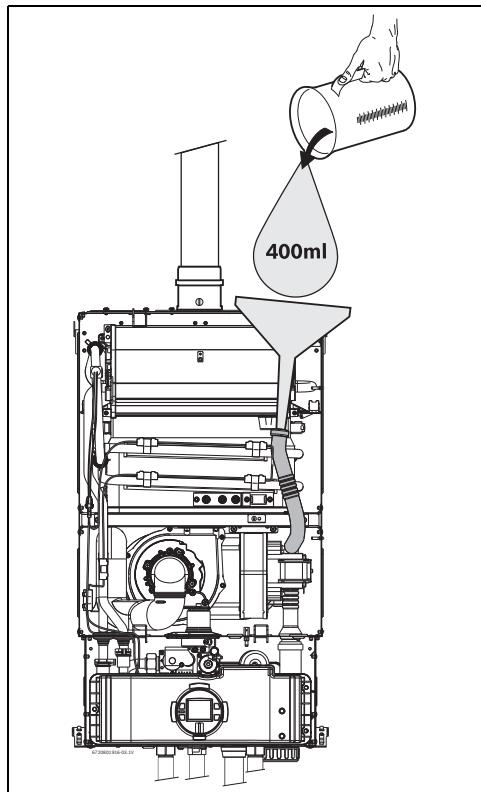

Рис. 34 Заполнение устройства для сбора конденсата после установки
- ▶ Заполните устройство для сбора конденсата, налив примерно 14 унций (400 мл) воды в верхнюю часть дренажной трубы. Во избежание повреждения прибора используйте воронку, см. Рис. 34 .